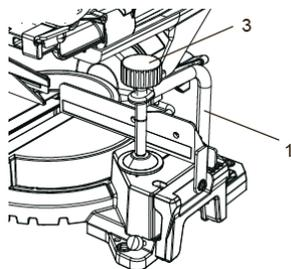
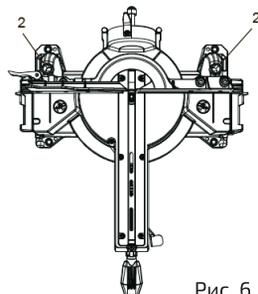

Рис. 5
Рис. 6
1. Установить струбину (1 на рис. 5) в одно из монтажных отверстий (2 на рис. 6), находящихся позади упора (рис. 5).
2. Струбина не имеет крепежных винтов. Она крепится к основанию при повороте ручки (3) для зажима заготовки. При креплении струбины не следует удерживать второй рукой (см. рис. 5).